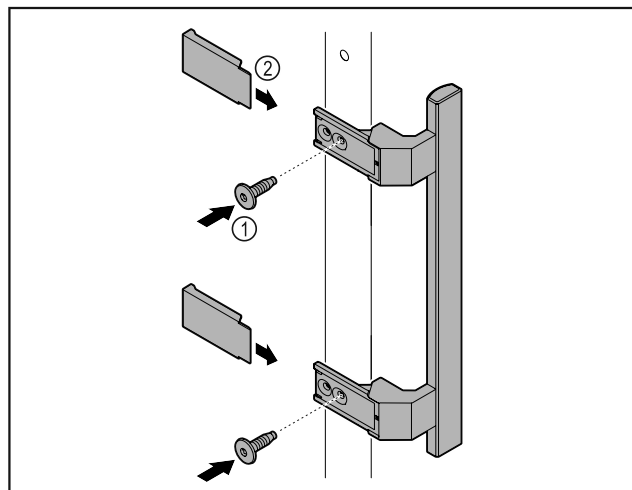

Fig. 3
- ▶ Atașați mânerul din pachetul de accesorii la ușă cu ajutorul șuruburilor incluse Fig. 3 (1).
- ▶ Aplicați capacul Fig. 3 (2).